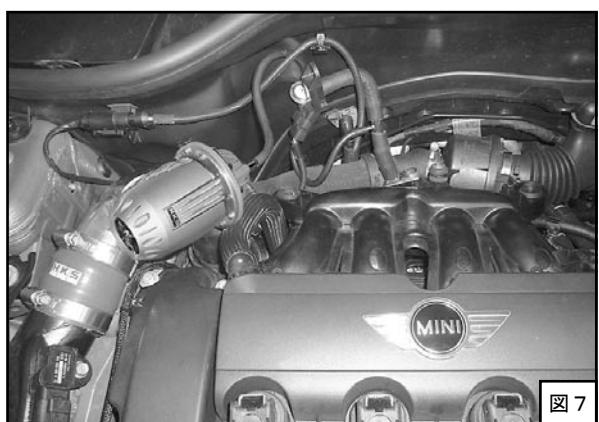

図7
干渉が予想される箇所にはキットパーツのスポンジテープを貼付けてください。(図7)
- (5) 純正圧力センサを適当な位置にタイラップ(大)で固定してください。(図7)
- (6) ジョイントホースφ10の接続部をタイラップ(大)で縛り、固定してください。